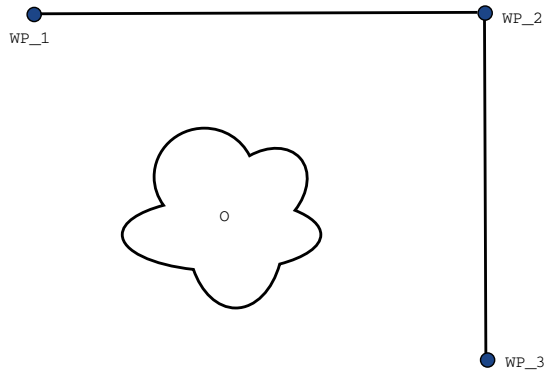

Figure 14.2: WP\_1: 初期位置、WP\_2: 通過点、WP\_3: 持ち上げ位置、O: 障害物。
例 ピッキングのアプリケーションを例として考えた場合、(図14.2参照)、ロボットは現在ウェイポイント1 (WP\_1) にあり、ウェイポイント3 (WP\_3) で対象物を持ち上げる必要があります。対称物やその他の障害物との衝突を避けるため (O)、ロボットは WP\_3 にウェイポイ